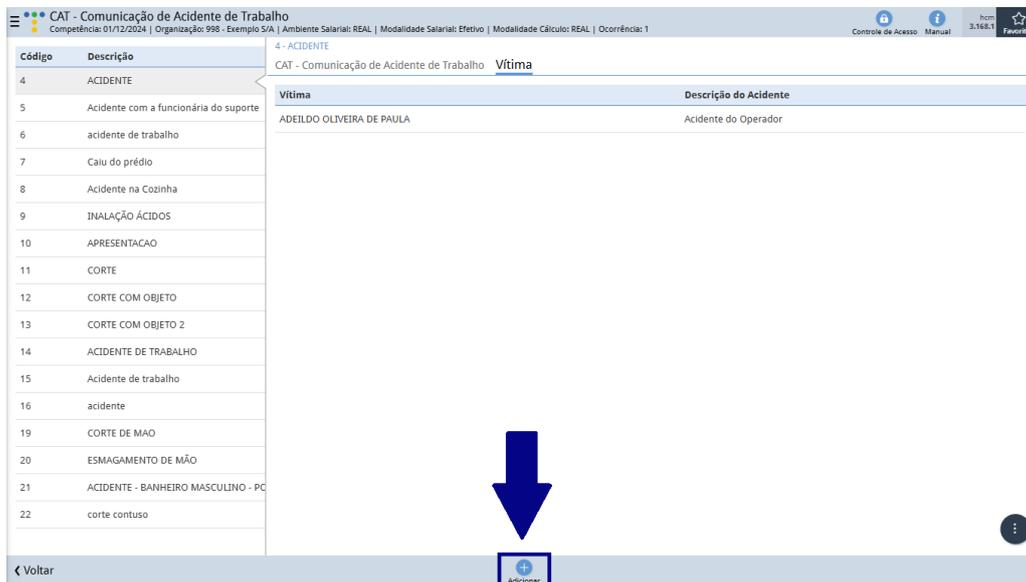

Figura 28: Adicionar
2. Clique em **Adicionar** (Figura 28) no inferior da tela.